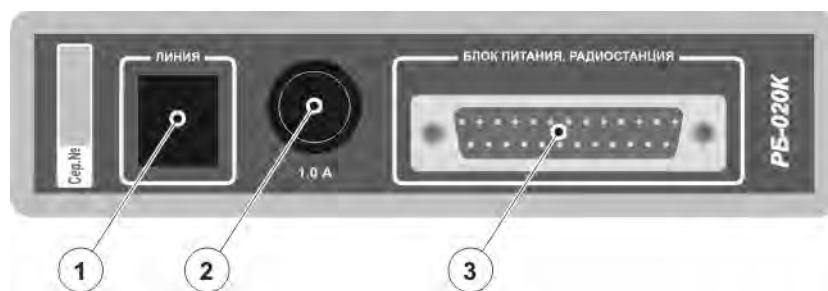

Рисунок 4. Задняя панель Контроллера Радиостанции.
3. Подключите 25-и контактный разъём кабеля РБ-020КС-040 к разъёму 3 (Рисунок 4) Контроллера Радиостанции, зафиксируйте винтами.
- не горит — радиостанция выключена или не подключена к разъёму 3 (Рисунок 4) Контроллера Радиостанции;